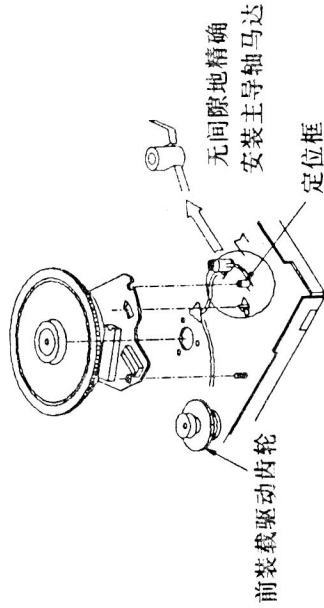

图66
⑥更换具有相同部件编号的新主导轴马达;
⑦首先将主导轴马达定位,使其方向与图66中所示的马达座槽匹配,然后从装置的后侧安装马达(注意:不要损伤轴、马达及F/L驱动齿轮);